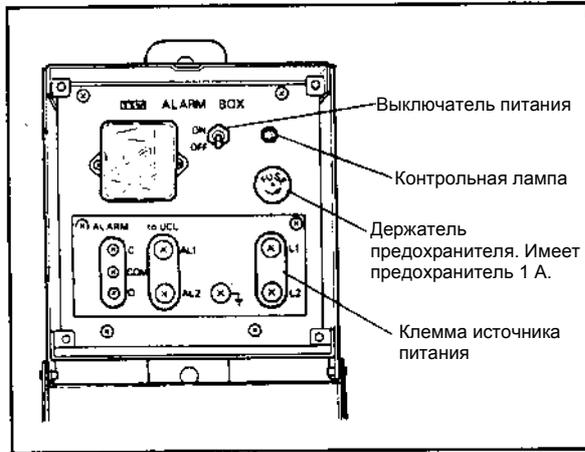

Рисунок 3-7. Внутренняя часть коробки сигнализации
- (1) Отключите питания в коробке сигнализаций. Смотрите рисунок 3-7.